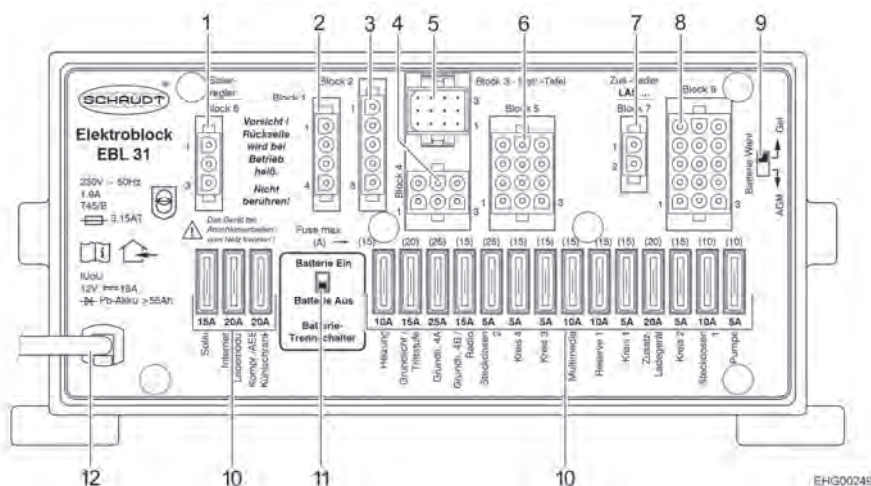

Bild 76 El-block (EBL 31)
- ▷ Förbrukare som laddare, laddningsregulator för solpanel, panel och liknande förbrukar ström från batteriet, även då huvudbrytaren 12 V på panelen (Bild 77,6) är fränkopplad. Därför bör du ställa batteri-brytaren (Bild 76,11) på el-blocket på "Batterie Aus" (batteri från) om fordonet inte ska användas under en längre tid.